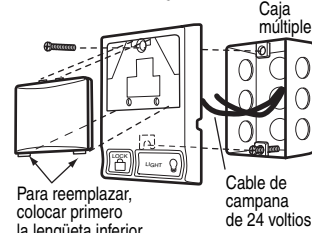

Figura 4
2. **Modelo 1215EM - Control de puerta iluminada:** Extraiga la cubieta del Control de Puerta iluminada. Sujete firmemente con tornillos de 6ABx1-1/2 de pulg. (Figura 4).